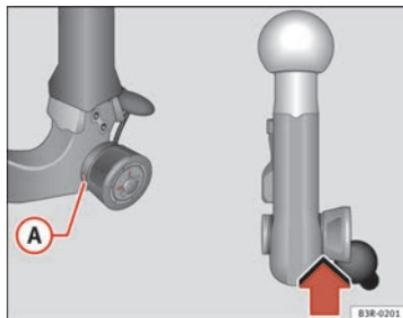

Abb. 168 Abnehmbare Anhängervorrichtung: Sicherheitsüberprüfung
- Überprüfen Sie, ob sich die grüne Markierung **A** ⇒ Abb. 168 am Handrad im Bereich der schwarzen Kennzeichnung an der Kugelstange befindet.